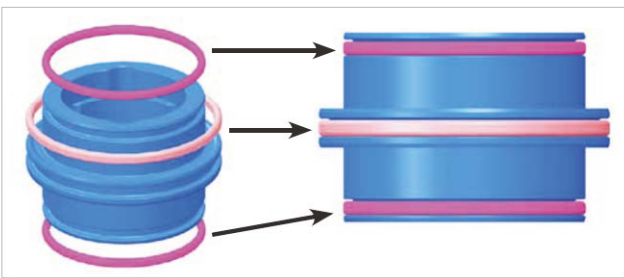
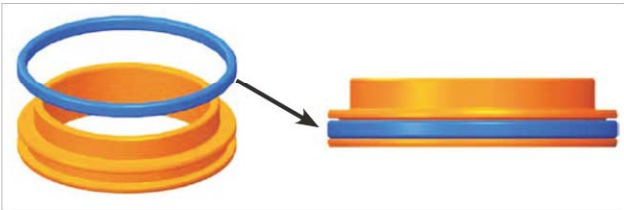

图11-3 安装活塞顶部O形圈
图11-4 安装活塞底部O形圈
2. 如总装图所示，将O型圈装入活塞顶部和活塞底部的凹槽中。用手指小心地将O形圈推入凹槽中。确保O形圈牢固地固定在凹槽中。见图11-3和图11-4。